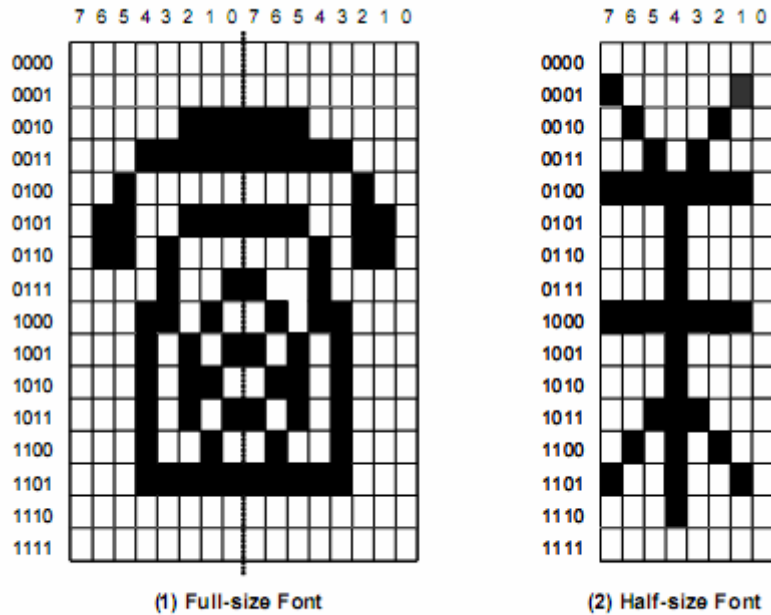

图 6-52 : 创造全型字与半型字的范例
2. 为了创造全型字，在设定好 CURY (0~15) 和 CURX 设定为 0 后，一个使用者创造字型位对应可被 32 个内存写入周期所填满，而后 CURY 将增加 1。请参照下方的程序例子 (1)。结果显示在图 6-52 (1)。
3. 为了创造半型字，在设定好 CURY (0~15) 和 CURY 设定为 0 (odd font) 或是 10h (even font) 后，一个使用者创造字型位对应可被 16 个内存写入周期所填满。请参照下方的程序例子 (2)，结果显示在图 6-52 (2)。
LCD_DataWrite( 0x05 );   // Show as (1) of 图 6-52
LCD_DataWrite( 0x05 );   // Show as (2) of 图 6-52